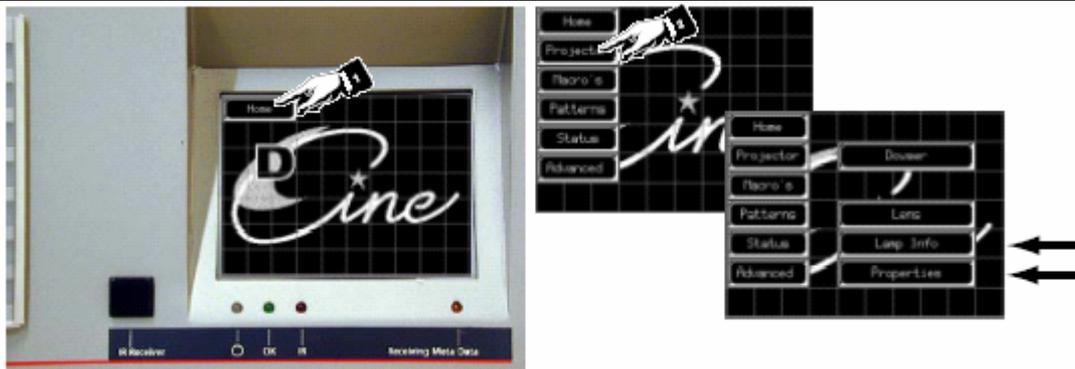

图 11-1 数字放映机信息
- 在触摸屏面板上，从主屏幕开始，依次按触摸按钮Home 和 Projector。（图 11-1）